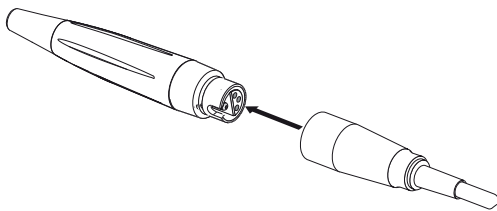

Fig. 4 Collegamento del manipolo
5. Inserire il manipolo nel cavo di collegamento, controllando l'allineamento dei contatti (Fig. 4).